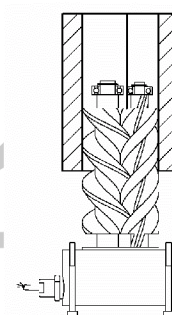

Рис.3
- установите измерительный корпус (рис. 3)